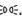

Fig. 21
La autovehiculele cu **volanul pe partea dreaptă** ordinea aranjării întreprupătoarelor diferă parțial față de » fig. 21 la pagina 29 ordinea prezentată. Simbolurile de pe întreprupătoare sunt totuși aceleași.
- Rotiți comutatorul de lumini » fig. 21 în poziția .
- Rotiți comutatorul de lumini » fig. 21 în poziția 0.
➤ Cuplați contactul, rotiți comutatorul de lumini » fig. 21 la pagina 29 în poziția 0.